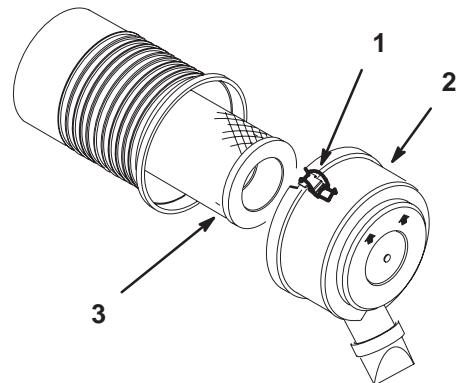

Figure 38
4. Nettoyez la surface autour du filtre à air pour éviter que des impuretés ne s'introduisent dans le moteur et l'endommagent. Desserrez les clips de blocage et déposez le couvercle du filtre à air (Fig. 38).
5. Sortez le filtre de son logement avec précaution (Fig. 38).
- Insérez l'élément dans son logement avec précaution (Fig. 38).
- Placez le couvercle du filtre à air dans le logement et verrouillez les clips de blocage (Fig. 38).